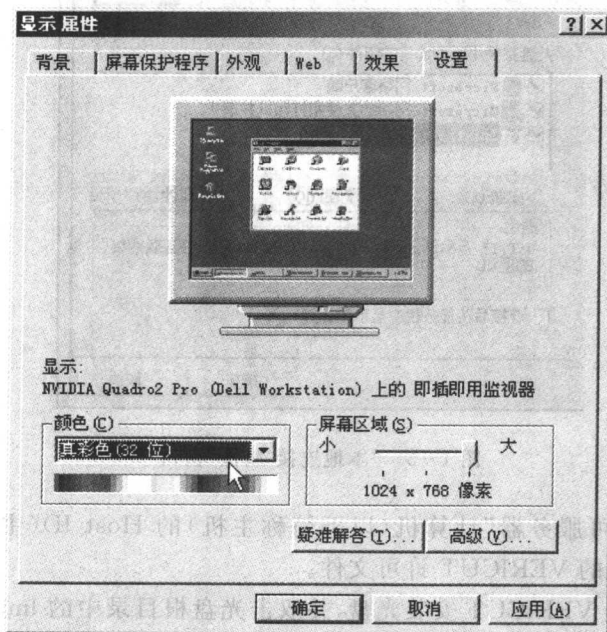

图 1-1 “显示 属性”对话框
(1) 检查计算机是否达到软件的系统需求。
(2) 在 Windows 2000 系统桌面中,右键单击后,在弹出菜单中选择“属性”命令,弹出“显示 属性”对话框,单击“设置”标签,在“颜色”选项下选择不低于 16 位真彩的显示颜色,如图1-1所示。